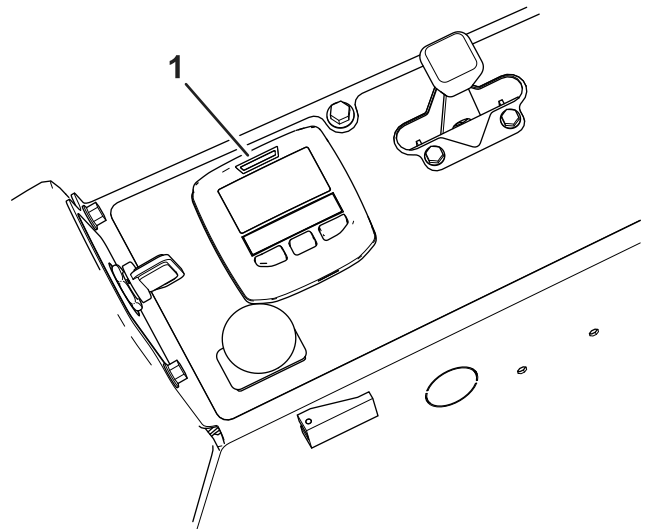

Figura 12
B. Luz LED do InfoCenter (Figura 12):
Nota: A luz LED na parte superior do ecrã (Figura 12) pisca enquanto o sensor calibra.
A luz e o alarme indicam a gravidade do declive (Figura 12):